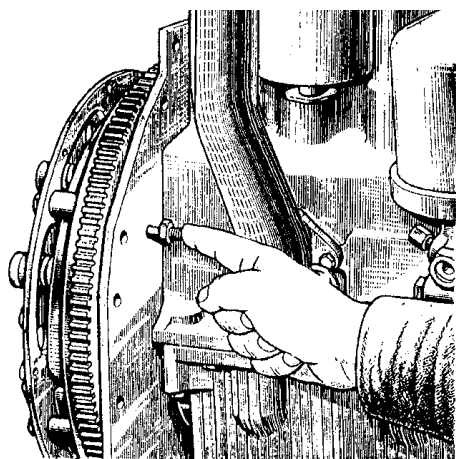

Рис. 14.7. Установка фиксатора в отверстия заднего листа и маховика
– вывернуть фиксатор из резьбового отверстия заднего листа дизеля и вставить его обратной стороной в то же отверстие до упора в маховик, при этом фиксатор должен совпадать с отверстием в маховике (рис. 14.7). При этом поршень первого цилиндра дизеля установлен в положение, соответствующее 10–12 градусам до ВМТ.